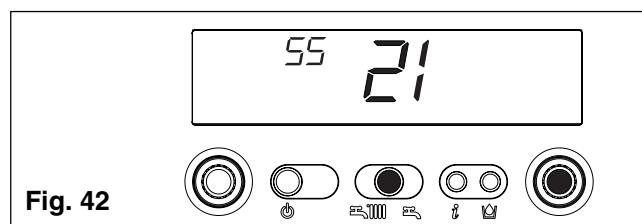

Fig. 42
- apasati ENTER pentru a confirma noua valoare. Cifrele nu mai clipesc (fig. 42)